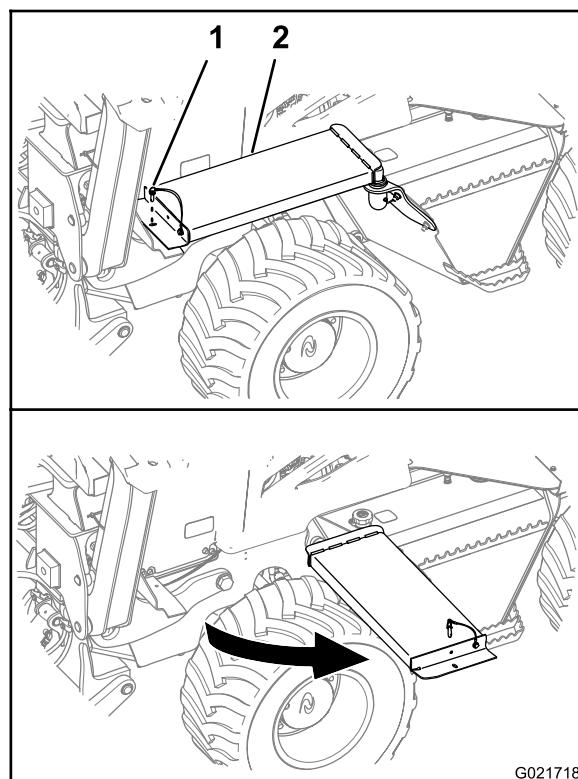

Figure 35
- A. Sur le côté gauche de la machine, enlevez la goupille de retenue à l'avant du marchepied (Figure 35).
- B. Faites pivoter le marchepied pour l'écartez de la machine, comme montré à la Figure 35.
- A. Tournez l'avant du marchepied pour le ramener à sa position d'origine (Figure 35).
- B. Placez le trou du marchepied en face du trou du support (Figure 35).